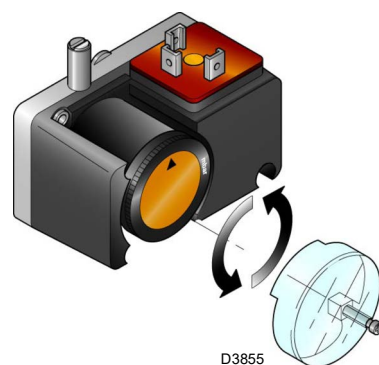

Fig. 29
- Reglați comutatorul de presiune minimă a gazului (Fig. 29 la pag. 31) la începutul scării.
Efectuați reglarea comutatorului de presiune minimă a gazului (Fig. 29) după reglarea arzătorului, a supapelor de gaz și a stabilizatorului de rampă.